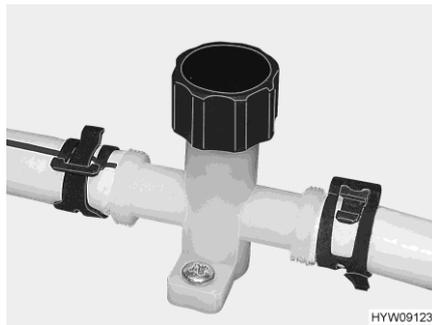
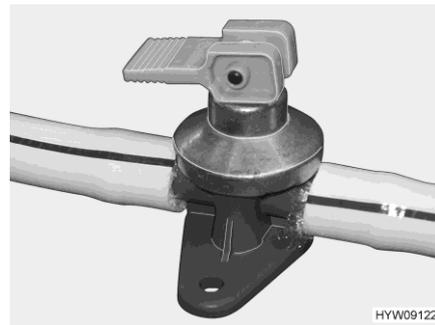

Fig. 155 Rubinetto di scarico (tubatura dell'acqua)
Fig. 156 Rubinetto di scarico (boiler Alde)
- Chiudere i rubinetti di scarico (Fig. 155 e Fig. 156). Chiudere i coperchi in senso orario oppure posizionare la leva a bilanciere in posizione orizzontale. L'ubicazione delle valvole di sicurezza/di scarico e dei rubinetti di scarico è riportata al paragrafo 10.6, alla fine di questo capitolo.